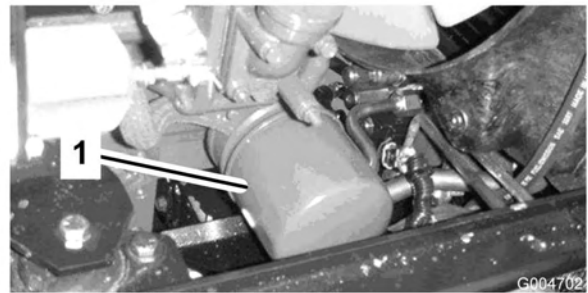

Bild 49
2. Entfernen Sie den Ölfilter (Bild 49). Ölen Sie die neue Dichtung am Ölfilter leicht mit frischem Öl ein, bevor Sie den Filter eindrehen. **Ziehen Sie nicht zu fest.**